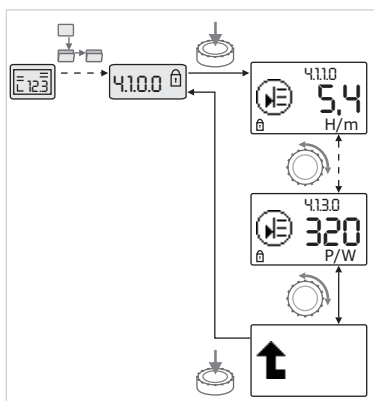

Fig. 39: Info pärimine
- Liikuge juhtnupu keeramisega lahti oleva alammenüü „Info“-tüüpi menüüelementidele (vt Fig. 39). Seadeid tähistavate sümbolite selgitused leiate tabelist ptk 8.7 „Viited menüüelementidele“ leheküljel 37.